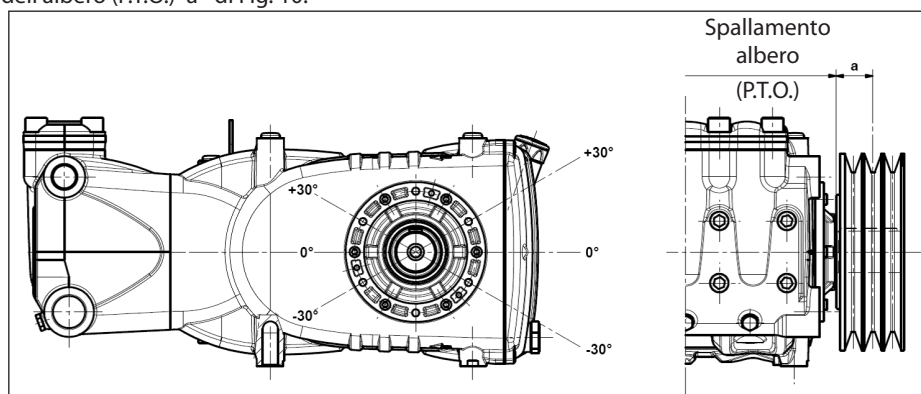

Fig. 10
Il carico radiale sull'albero non deve essere superiore a 4500 N (valore necessario per la definizione del Lay-out). La trasmissione è considerata adeguata se tale carico è applicato ad una distanza massima  $a = 50$  mm dallo spallamento dell'albero (P.T.O) come indicato in Fig. 10.
- b) Utilizzare cinghie ad alto rendimento - per esempio **XPB** invece di **SPB** - in quanto risulterà necessaria una quantità inferiore di cinghie a parità di potenza trasmessa ed una conseguente distanza inferiore della risultante rispetto allo spallamento dell'albero (P.T.O.) "a" di Fig. 10.